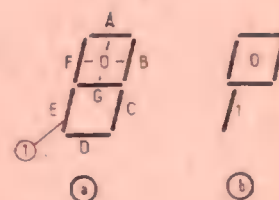

Fig. 2
Il y a, bien entendu, l'indicateur (display) qui est un Monsanto Man 3, représenté à la figure 2.
B) une sonde avec son câble. A cette sonde on a joint le display à sept segments électroluminescents (LED) A à G de la figure 2. Cette disposition est ingénieuse car elle permet à l'opérateur de voir immédiatement quel est le niveau du point « ausculté ».